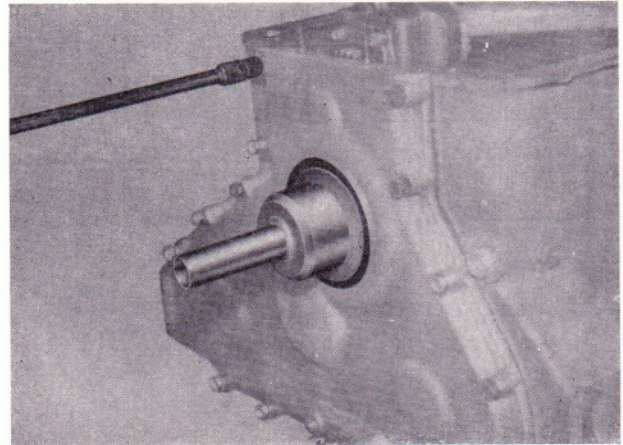

Bild 87
- Steuergehäusedeckel mit dem Kurbelgehäuse verschrauben (Bild 87).